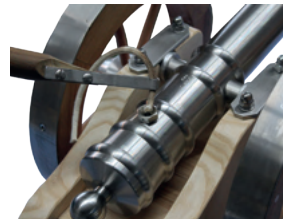

Abb. 42: Vorderladerkanone mit Luntenstockanzündung
- Abfeuern: Durch Absenken des Luntenstabes die Lunte in die Pulverpfanne eintauchen (s. Abb. 42, S. 103).